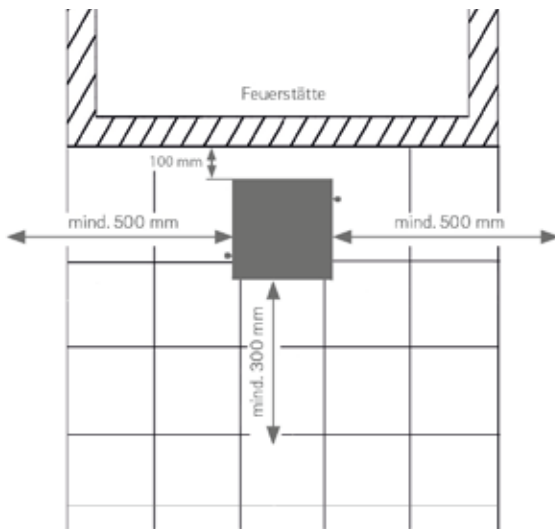

Abb.: 2 Fußbodenschutz im Bereich vor der Feuerraumöffnung
- Vor der Feuerraumöffnung sind Fußböden aus brennbaren Baustoffen durch einen Belag aus nicht brennbaren Baustoffen zu schützen. Der Belag muss sich nach vorne um mindestens 500 mm und zur Seite um mindestens 300 mm über die Frontplatte hinaus erstrecken (Abb.: 2).